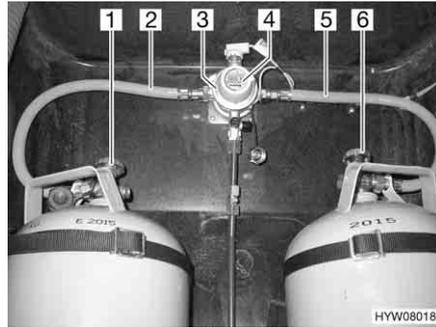
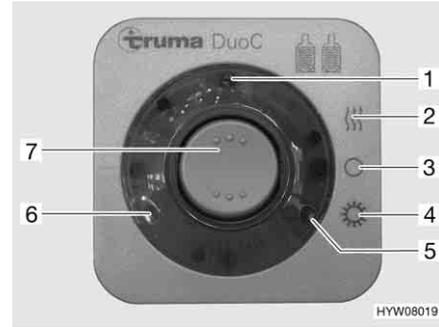

Bild 111 DuoControl-Umschaltanlage
Bild 112 Bedieneinheit
Die DuoControl-Umschaltanlage besteht aus einem Umschaltventil (Bild 111,3) und der Bedieneinheit (Bild 112). Das Umschaltventil ist zwischen den Gasschläuchen (Bild 111,2 und 5) montiert. Mit dem Drehknopf (Bild 111,4) am Umschaltventil kann bestimmt werden, welche der Gasflaschen als Betriebsflasche und welche Gasflasche als Reserveflasche verwendet wird.
An der Bedieneinheit (Bild 112) können nur die elektrischen Funktionen geschaltet werden. Die Haupt-Absperrventile der Gasflaschen (Bild 111,1 und 6) müssen von Hand geöffnet werden.
Das Umschaltventil gewährleistet einen konstanten Gasdruck, unabhängig davon, welche Gasflasche Gas liefert. Die zwei Kontroll-Leuchten an der Bedieneinheit zeigen den Füllstand der Betriebsflasche an. Wenn die grüne Kontroll-Leuchte (Bild 112,6) leuchtet, ist die Betriebsflasche voll. Wenn die rote Kontroll-Leuchte (Bild 112,5) leuchtet, ist die Betriebsflasche leer. Die Gasversorgung erfolgt dann über die Reserveflasche.
- Die Haupt-Absperrventile an den Gasflaschen (Bild 111,1 und 6) öffnen.
- Mit dem Drehknopf (Bild 111,4) am Umschaltventil (Bild 111,3) die Gasflasche wählen, der vorrangig das Gas entnommen werden soll (Betriebsflasche).
- An der Bedieneinheit (Bild 112) die DuoControl-Umschaltanlage einschalten.
Dazu den Wippschalter (Bild 112,7) auf Winterbetrieb "Ein und Heizen" (Bild 112,2) oder auf Sommerbetrieb "Ein" (Bild 112,4) stellen. Das Umschaltventil ist jetzt entlüftet. Die gelbe Kontroll-Leuchte (Bild 112,1) leuchtet, wenn Winterbetrieb gewählt wird und die Regler-Enteisungsanlage eingeschaltet ist.
- Den Wippschalter (Bild 112,7) auf "O" (Bild 112,3) stellen. Die gelbe Kontroll-Leuchte (Bild 112,1) erlischt.
- Die Haupt-Absperrventile an den Gasflaschen (Bild 111,1 und 6) schließen.
Die Kontroll-Leuchten an der Bedieneinheit (Bild 112,5 und 6) signalisieren im Fahrzeuginnenraum, ob die Betriebsflasche betriebsbereit ist.
Wenn die grüne Kontroll-Leuchte (Bild 112,6) während des Betriebs erlischt und die rote Kontroll-Leuchte (Bild 112,5) aufleuchtet, ist die als Betriebsflasche gewählte Gasflasche leer und muss gewechselt werden. Die Reserveflasche versorgt die Gasverbraucher weiterhin mit Gas.